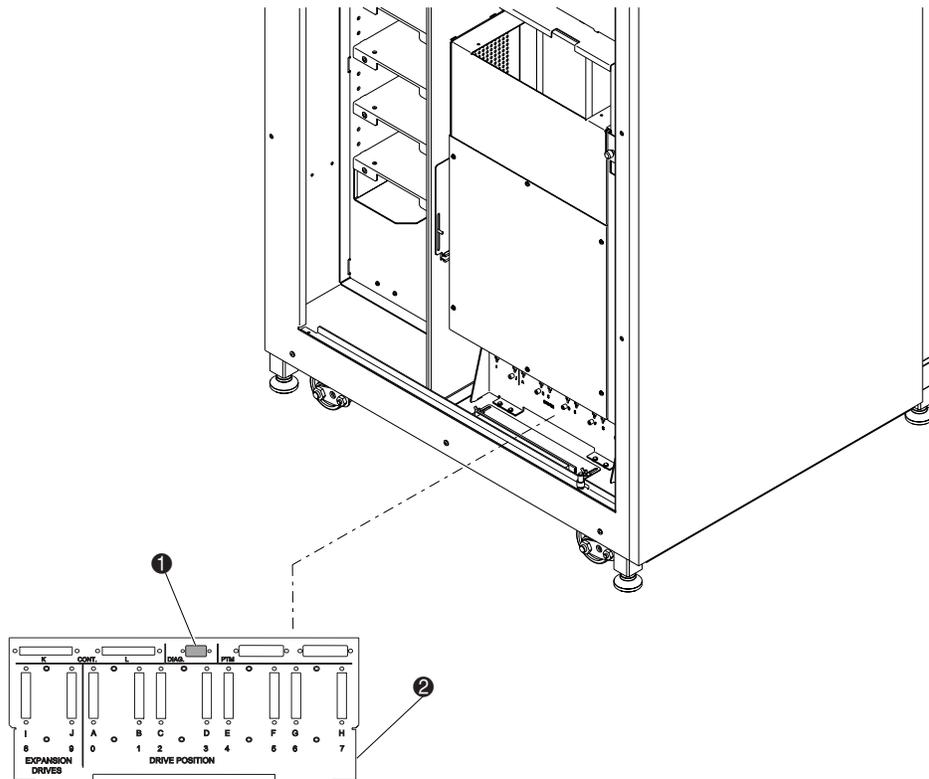
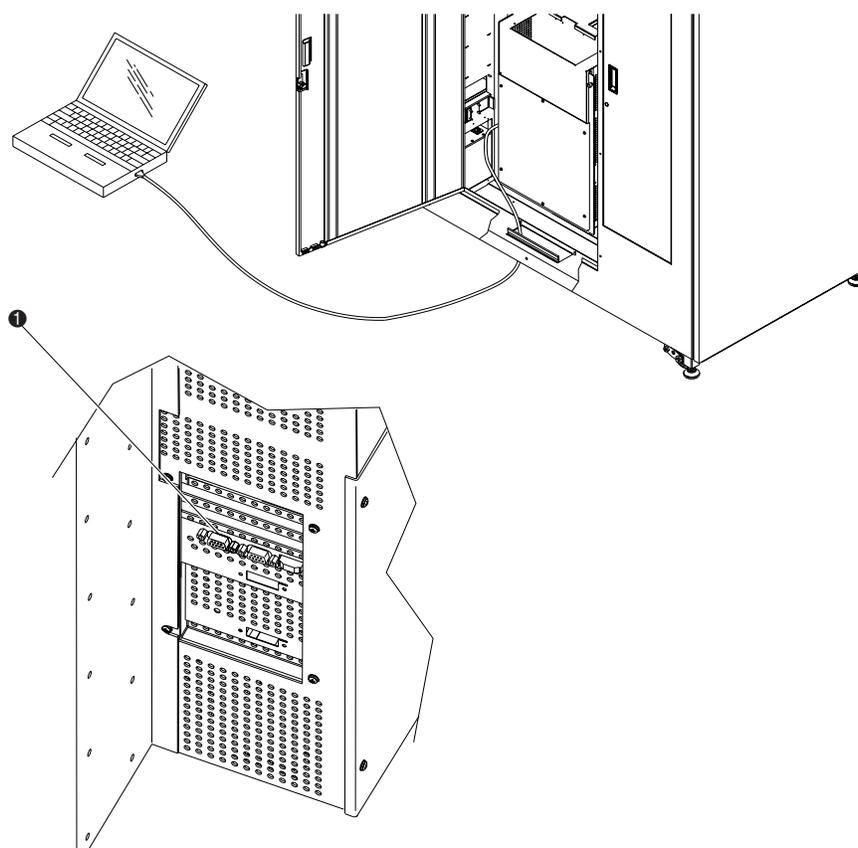

Figura 3-7. Collegamento della porta di diagnostica (ESL9198)
Figura 3-8. Collegamento della porta di diagnostica (ESL9326)
1. Collegare un PC di diagnostica tramite un connettore RS-232 DB9 (vedere la Figura 3-7 per il modello ESL9198 e la Figura 3-8 per il modello ESL9326).